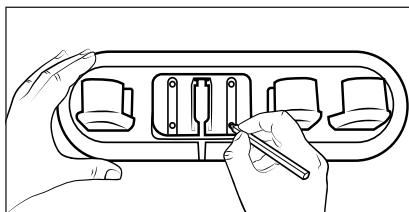

Fig. 5
- Utilizzare il porta-accessori 16 per tracciare i quattro fori sulla parete (vedere fig. 5).